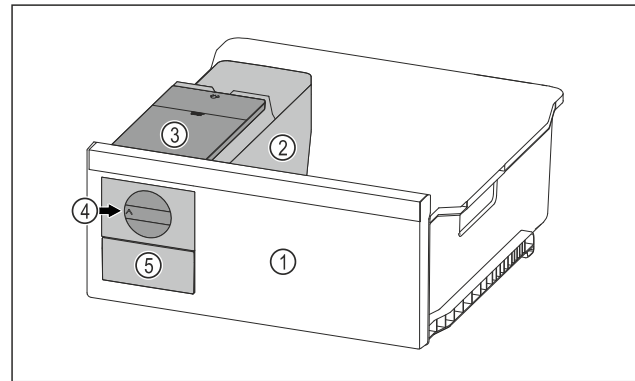

Fig. 68 Примерное изображение
- ▶ Поверните поворотную кнопку Fig. 68 (4) по часовой стрелке до упора.
- ▷ Кубики льда упадут из ванночки для кубиков льда в выдвижной ящик для кубиков льда Fig. 68 (5).